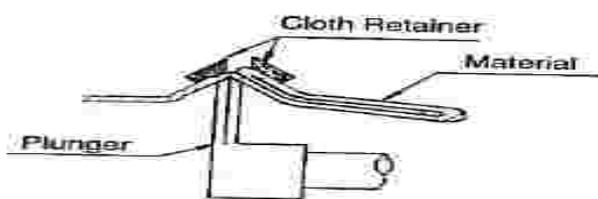

Fig.14-1
A. Per cucire bordo di stoffa di doppio spessore, deporre la stoffa come descritto in Fig.14-1.